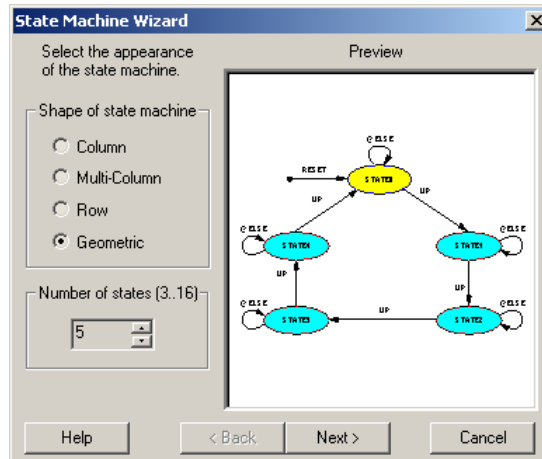

Figura 9.2. Fereastra de dialog *State Machine Wizard*.
1. Se selectează butonul *Draw State Machines* . Se va deschide fereastra *State Machine Wizard* (Figura 9.2).